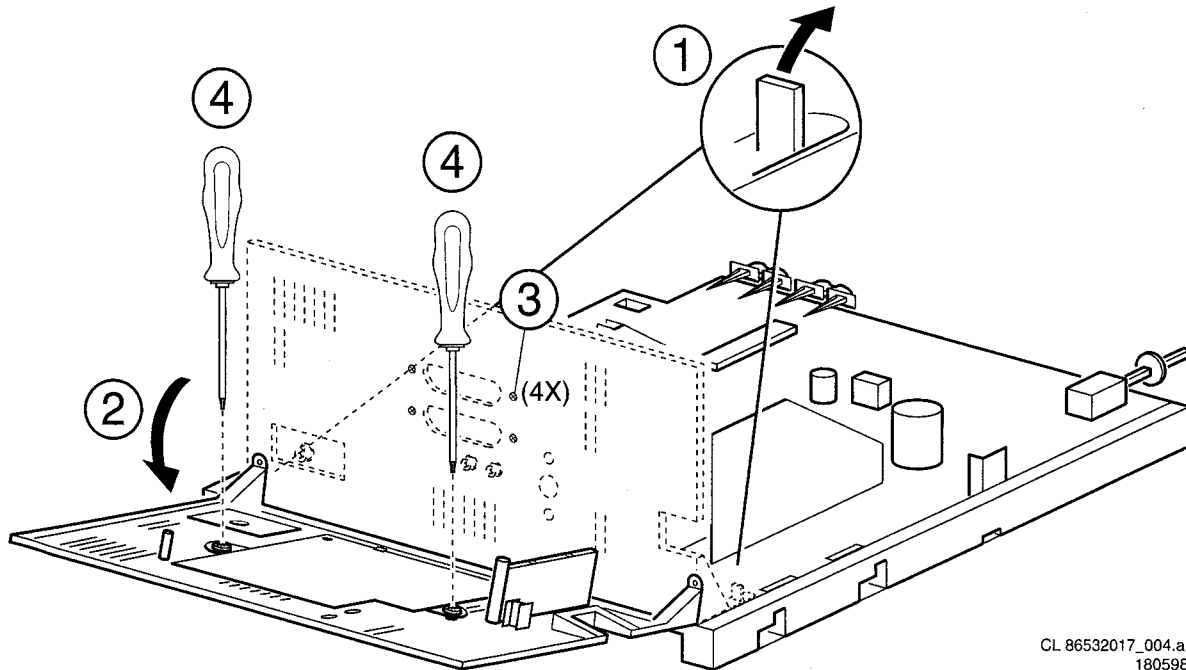

Figure 4-4
4.2.4 E/A-Platine (Abbildung 4-4)